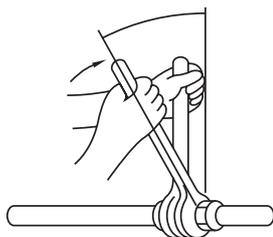

Fig. 5-8
- Aplique una pasta fina de aceite refrigerante en la superficie de asentamiento de la tubería. (Fig. 5-8)